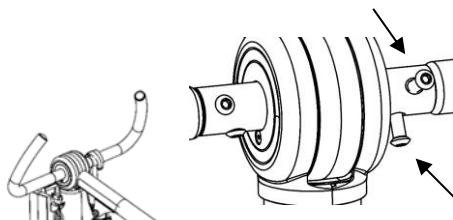

Fig. 1.6F
5. Encaje el manillar en el mástil con dos tornillos y apriételo con la llave hexagonal (Fig. 1.6F).